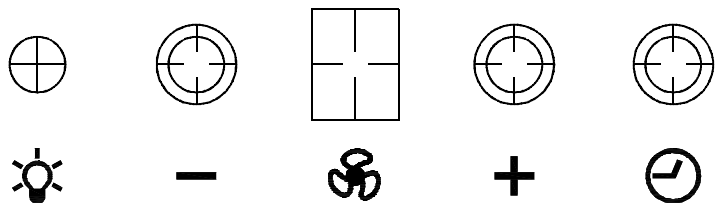

РИС. 8
7.2.2. Электронный переключатель (рис.8) имеет четыре кнопки управления без фиксации и цифровой индикатор, который показывает скорость вентилятора: